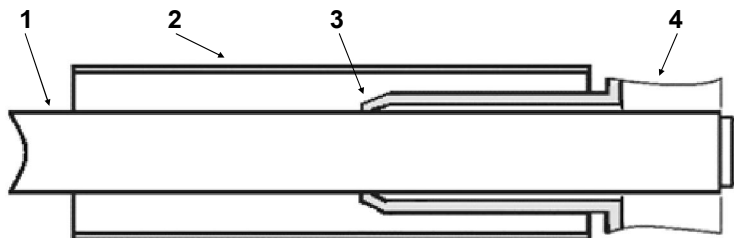

Рис. 3.1. Ввод кабеля ТСВ 100x2 в патрубок муфты МРПС:
3.6. Стопарные кабели ТСВ поочередно вводят в патрубки оголовника. По очереди на каждый ввод кабеля в патрубок надвигают отрезок трубки ТУТ и усаживают его газовой горелкой (рис. 3.1. и 3.2).